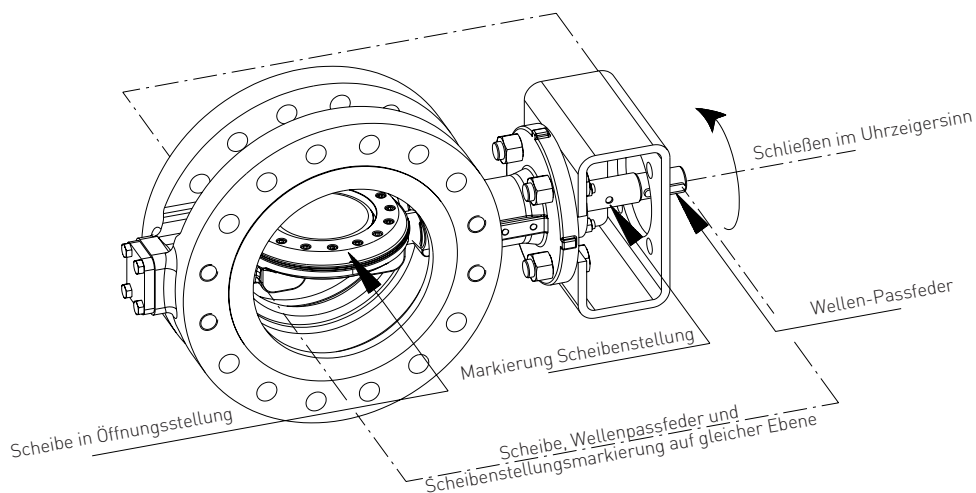
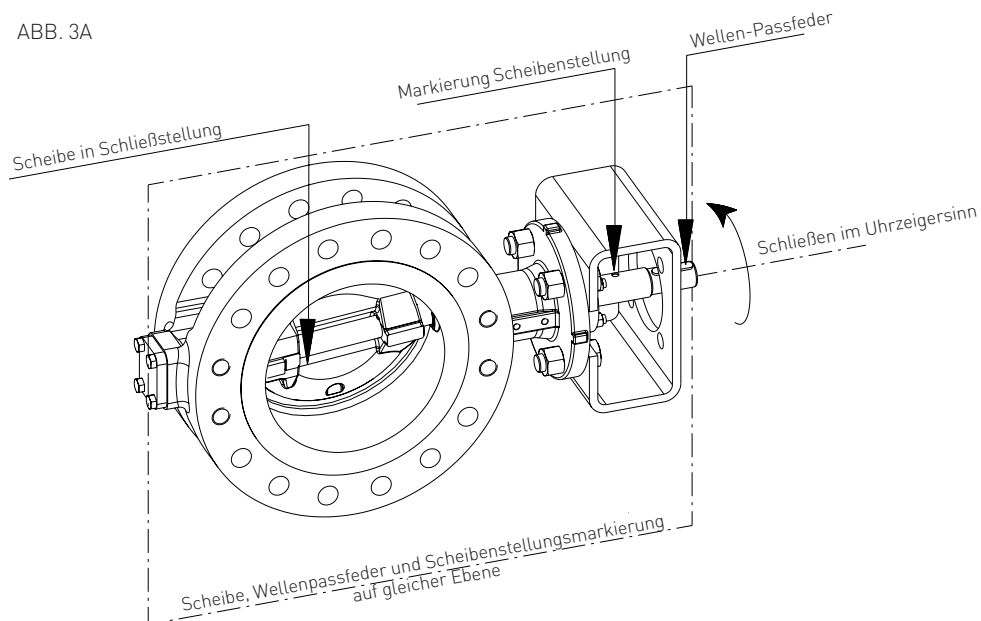

ABB. 3A
ABB. 3B
2. Die Funktion des Schwenkschiebers ist durch einen vollen Öffnungs- und Schließvorgang der Scheibe zu überprüfen. Bei Kontrolle der Ausrichtung der Scheibe muss sich die Scheibenstellungsmarkierung auf der Welle (während eines normalen AUF-ZU Schaltvorganges) aus einer Position parallel zur Rohrleitung (siehe Abb. 3a) in eine Position parallel zu den Rohrleitungsflanschen (siehe Abb. 3b) drehen.